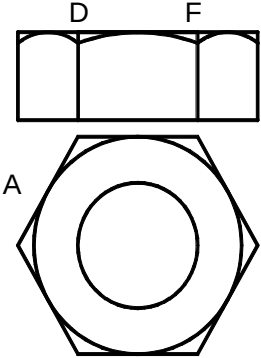

图 2-2-3
STEP 02 绘制主视图中的圆弧，如图 2-2-3 所示，其操作步骤如下：